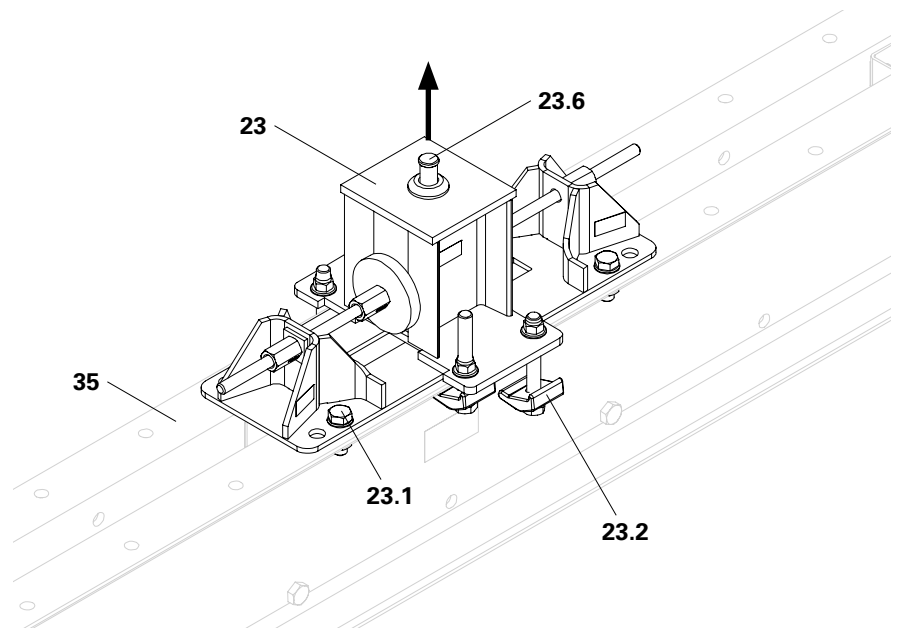

Fig. E1.03
4. Staccare il supporto orizzontale (23) dalla trave di orditura primaria (35).
- (Fig. E1.03)